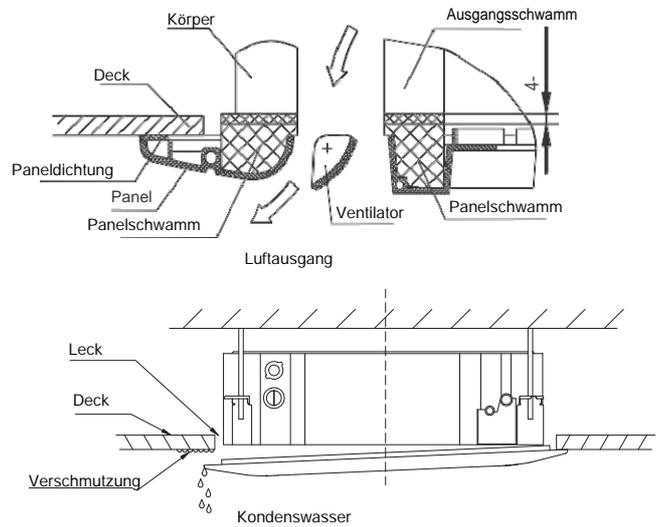

Abb.5-12
- Der fehlerhafte Betrieb, der in Abb.5-12 dargestellt wird, kann durch eine unangebrachte Wasserundurchlässigkeit entstehen.